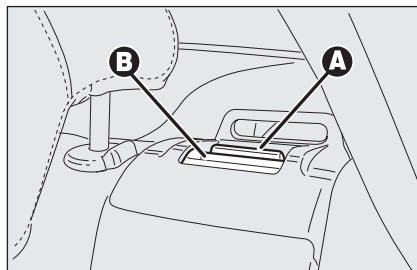

fig. 6
- ☐ sollevare la leva **A-fig. 6** di ritegno schienale per sbloccare rispettivamente la porzione sinistra o destra dello schienale e ribaltare quest'ultimo in avanti. Il sollevamento della leva è evidenziato da una "banda rossa" **B**.
**AVVERTENZA** Il corretto aggancio dello schienale è garantito dalla scomparsa della “banda rossa” **B**-fig. 6 presente di fianco alle leve **A** di abbattimento schienale. Tale “banda rossa” indica infatti il mancato aggancio dello schienale. Nel riportare lo schienale in posizione di utilizzo accertarsi dell’aver avuto aggancio fino a percepire lo scatto di blocco.